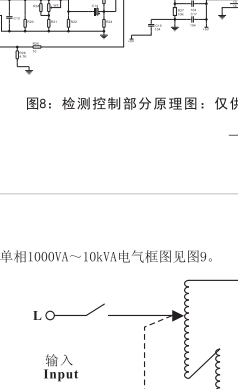

图4: 后板部分:
3.3 TND₂-1000VA~1500VA高精度全自动稳压器后板外形见图4: